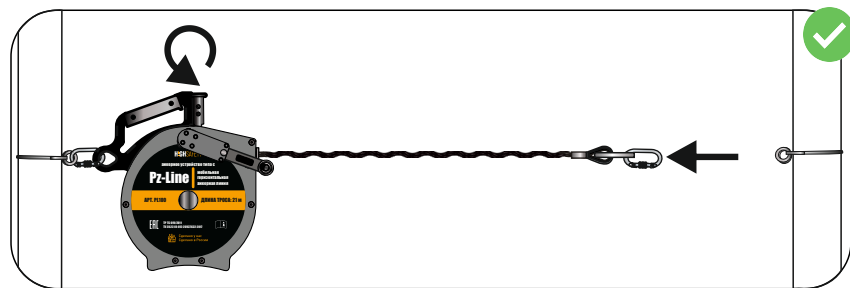

рис. 11
- После использования сматывайте трос обратно в корпус с помощью ручки натяжения троса. Убедитесь, что при сматывании троса не образуются петли или узлы (рис. 11).